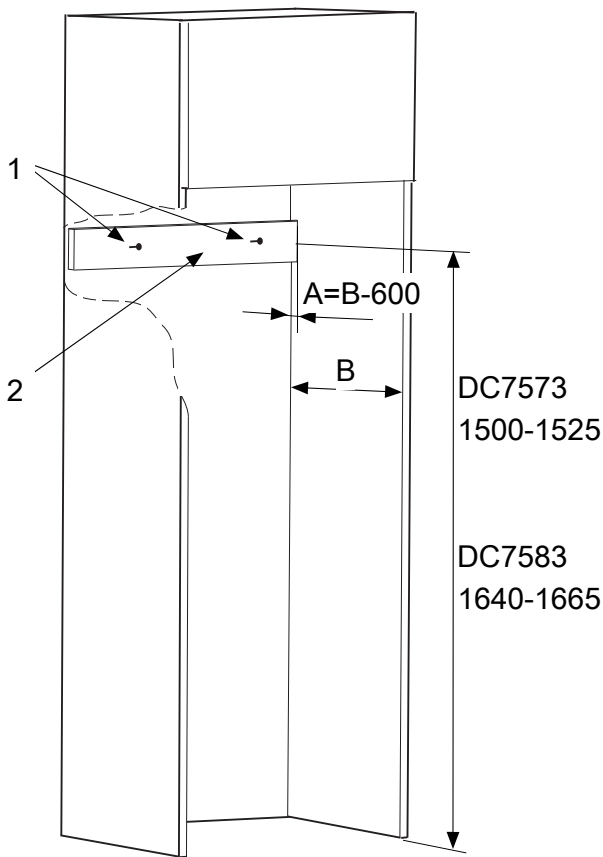
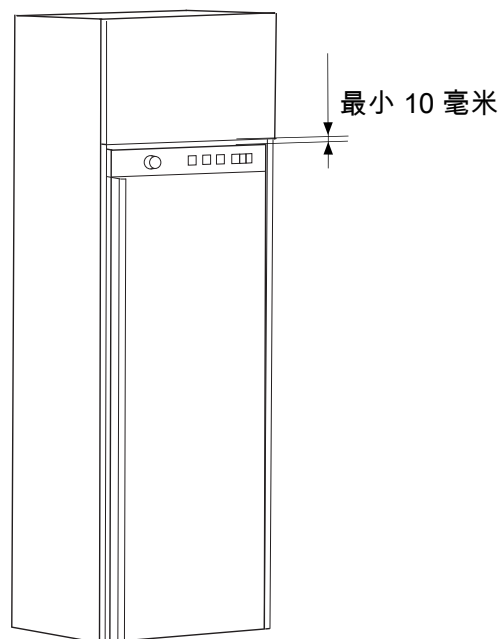

图 1
图 2
1. 测量组装件的深度“B”，干燥箱将安装于此处（参见图 1）。
2. 如果组装件的深度“B”大于 600 毫米，则必须裁切下厚度为“A”的木条 (2)。交货单中不含木条。
4. 为使干燥箱获得最佳性能，干燥箱上方最少应留出 10 毫米的空隙（参见图 2）。
8. 裁切下厚度为“A”、长度在 500-575 毫米之间的木条 (2)。其厚度应等于组装件深度“B”与 600 毫米之间的差值。如果组装件的深度“B”为 620 毫米，那么木条的厚度“A”就必须是 20 毫米。
9. 用两个螺丝 (1) 将木条固定到干燥箱背后的墙面上，使其与要点 6 中标出的孔位于同一高度。
2. 松开铰链板，参见图 1。